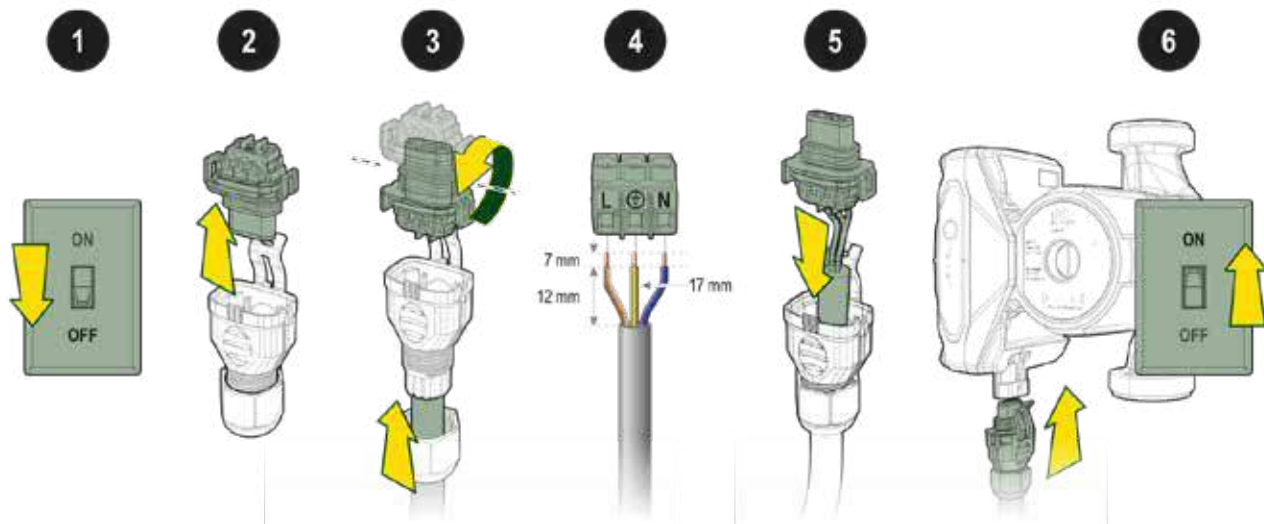

Рисунок. 10
Чтобы выполнить электрическое подключение, выполните следующие действия (см. Рисунок. 10):
- Б. Открутите кабельный ввод и вытащите клеммную колодку из разъема, освободив ее от боковых зажимов, Поверните клеммную колодку на 180°; Вставьте кабель через гайку, зачистите провода, как показано на рисунке Рисунок. 10 и проденьте его через кабельный ввод. Подключите провода к клеммной колодке в соответствии между фазой (L), нейтралью (N) и заземлением (PE g/v), затяните три винта на проводах; Вставьте проводную клеммную колодку в кабельный ввод, зафиксировав ее боковыми зажимами. Накрутите стопорную гайку;